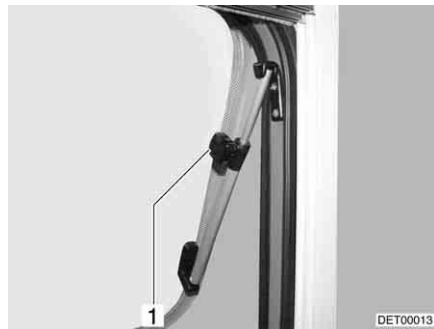

Bild 59 Ausstellfenster mit Dreh-Aussteller
- Das Ausstellfenster bis zur gewünschten Stellung öffnen und mit Rändelknopf (Bild 59,1) feststellen.
- Rändelknopf (Bild 59,1) drehen, bis die Arretierung freigegeben wird.